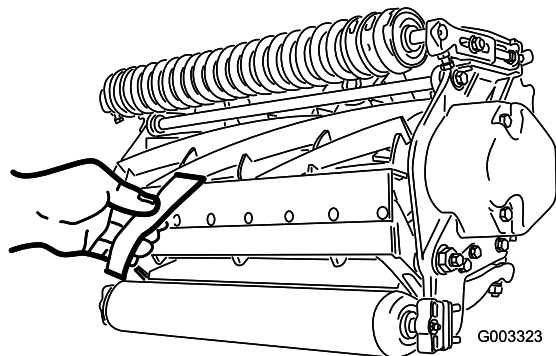

図 8
- B. リールと下刃の間に、下刃に対して垂直になるように、カッティングパフォーマンスペーパー (Toro 部品番号 125-5610) の長いストリップを挿入し (**図 8**)、次にリールをゆっくりと前方に回転させる。紙が切れるはずですが、切れない場合は、切れるまで手順 A と B を繰り返す。
13. 刃合わせチェックペーパー Toro P/N 125-5610 を、リールとベッドナイフとの間にに入れてベッドナイフに対して直角にセットし (図 8)、リールを ゆっくり と前転させる紙が切れれば適切。左右のベッドバー調整ボルトをそれぞれ1クリックだけ締め、もういちど紙を切るテストを行う。紙が切れるまでこれを繰り返す。